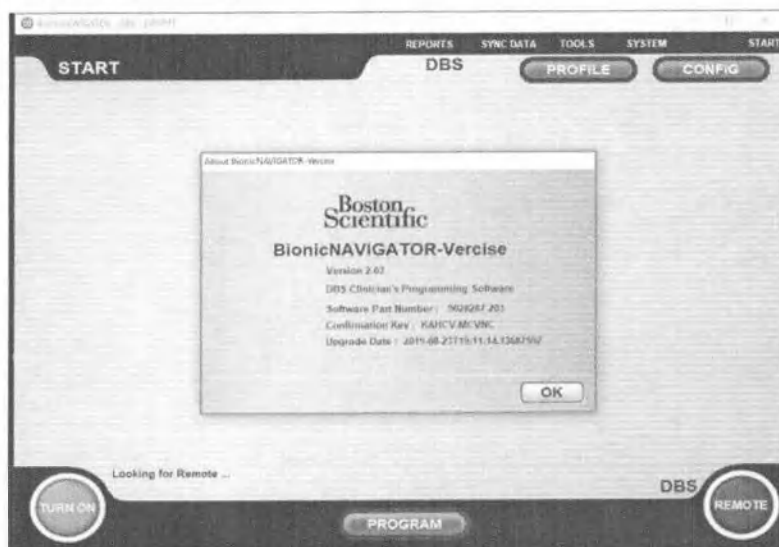

Рисунок 14. Подтверждение номера раздела программного обеспечения
9. После перезапуска КП дважды щелкните значок Bionic Navigator 2.03  на рабочем столе, чтобы запустить программу Bionic Navigator. Нажмите вкладку **Tools** (Инструменты) на панели инструментов главного экрана и выберите в раскрывающемся списке пункт **About Bionic Navigator** (О программе Bionic Navigator). В строке Software Part Number (Номер раздела ПО) должно отображаться число 9028287-203 (Рисунок 14).